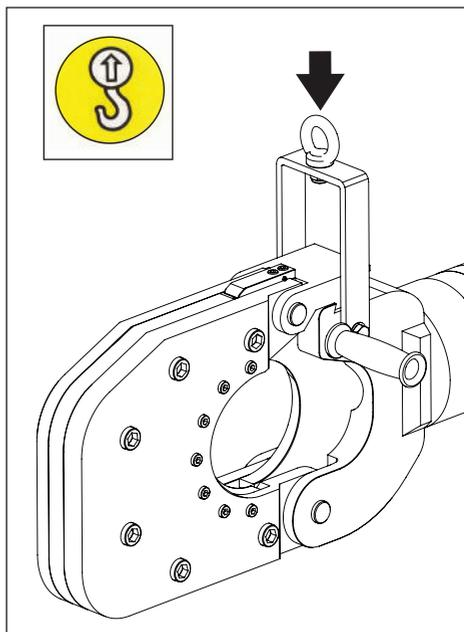

Figure 7, Point de levage de la cisaille
- S'il est nécessaire de déplacer ou de transporter la cisaille, utilisez uniquement ses poignées ou l'anneau de levage prévu à cet effet. Se reporter à la Figure 7. Utilisez un équipement de levage de capacité adaptée.